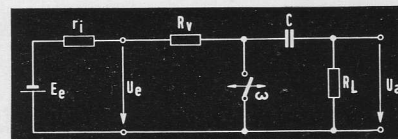

Bild 3
**Bild 3** zeigt das Ersatzschaltbild eines idealen Parallelzerhackers.